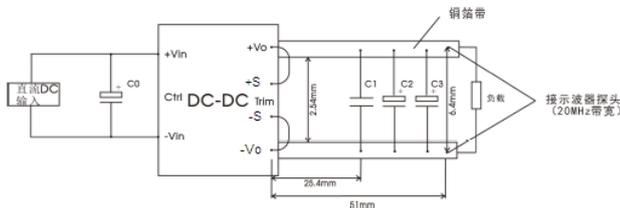

图 4
注:①纹波和噪声的测试方法参见图4
所有该系列的DC/DC转换器的常规性能在出厂前, 都是按照下图4推荐的测试电路进行测试, 纹波噪声测试用图4接线测试。